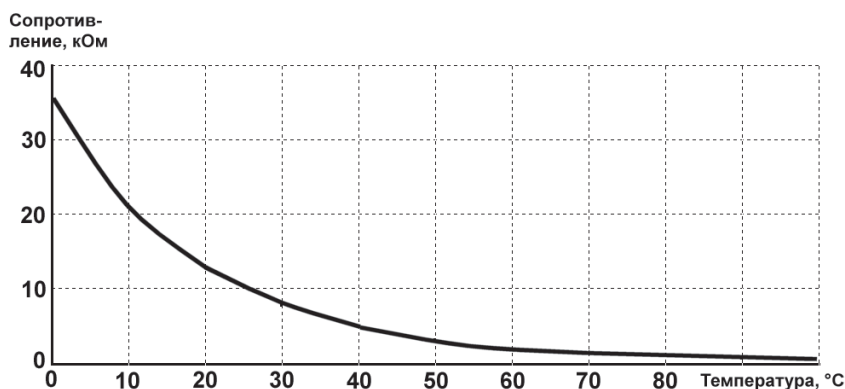

Рис. 13.1. Температурная характеристика NTC-термистора
График, соответствующий уравнению (1), построенный по данным для конкретного термистора B57164-K 103-J с номинальным сопротивлением 10 кОм при 25 °C, приведен на рис. 13.1, а числовые значения, по которым он построен, сведены в табл. 13.1. Из графика мы видим, что крутизна характеристики термистора с повышением температуры снижается (ее значения приведены в третьей колонке таблицы). Эта нелинейность делает термисторы крайне неудобным средством для измерения температур, зато высокая величина крутизны (в среднем раз в десять большая, чем у металлов) очень удобна при использовании их в качестве датчика для регуляторов температуры. Температурный диапазон применения NTC-тер-